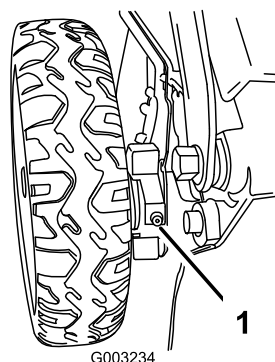

Figure 48
1. Essayez les graisseurs situés juste à l'intérieur des roues arrières avec un chiffon propre (Figure 48).